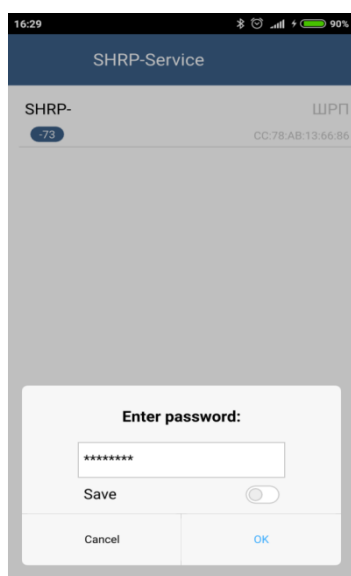

Рисунок 3.1
3.2 Подключиться к модулю терминальному. Для этого ввести пароль (рисунок 3.1) по умолчанию: «admin-01». При необходимости имя устройства Bluetooth и пароль можно изменить в меню «Настройки» → «Bluetooth». Пароль можно сохранить продвинув движок Save вправо для дальнейшего подключения к этому устройству без ввода пароля.